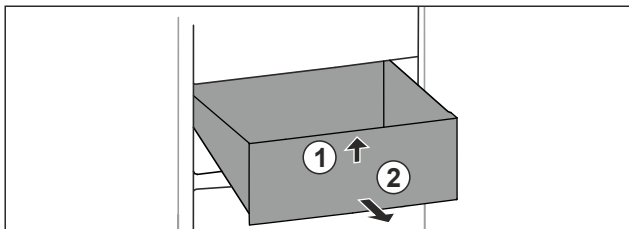

Fig. 20
- ▶ Schubfach vorne anheben. Fig. 20 (1)
- ▶ Schubfach nach vorne entnehmen. Fig. 20 (2)